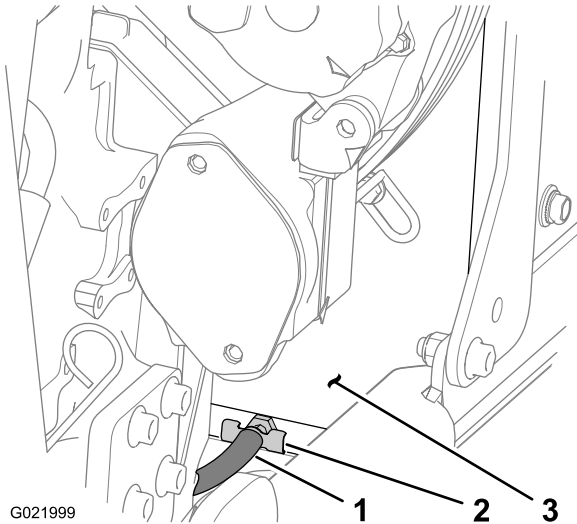

Figure 80
- Placez un bac de vidange d'une capacité minimale de 20 litres (5,3 gallons) sous l'extrémité ouverte du flexible de vidange (Figure 80).
5. Fermez le robinet de vidange (Figure 80).
- F. Ouvrez le robinet de vidange et laissez la solution de nettoyage s'écouler dans le bac de vidange (Figure 80).
- E. Ouvrez le robinet de vidange (Figure 80) et laissez l'eau s'écouler dans le bac de vidange.